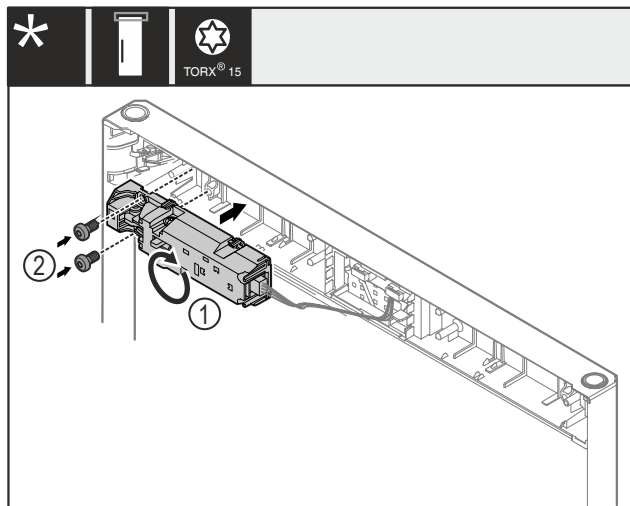

Fig. 23
- ▶ Forgassa el a zárat Fig. 23 (1) 180°-kal, és rögzítse azt az ellenkező oldalon.
- ▶ Rögzítse a zárat Fig. 23 (1) csavarokkal Fig. 23 (2).